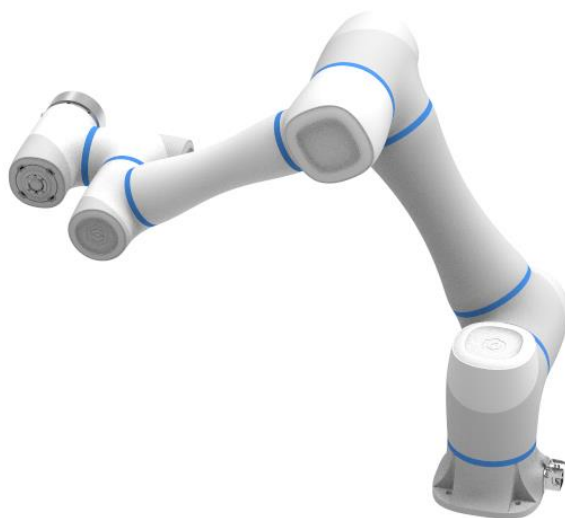

图 2.25 腕关节奇异
- 腕关节奇异位置：机械臂J4和J6轴平行，导致奇异。如图 2.25所示。